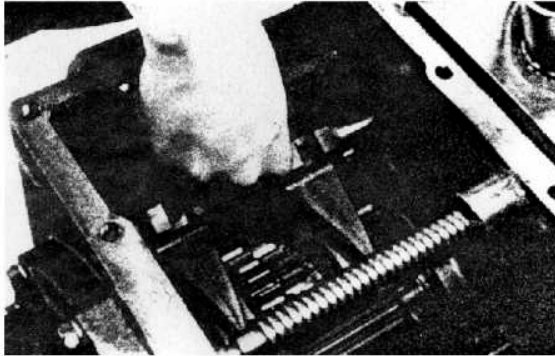

Рис. 3-22
(2) Совместите вилку переключения передач с канавкой шестерни с зацеплением и установите собранную вилку переключения передач и рычаг переключения передач в коробку (рис. 3-22).